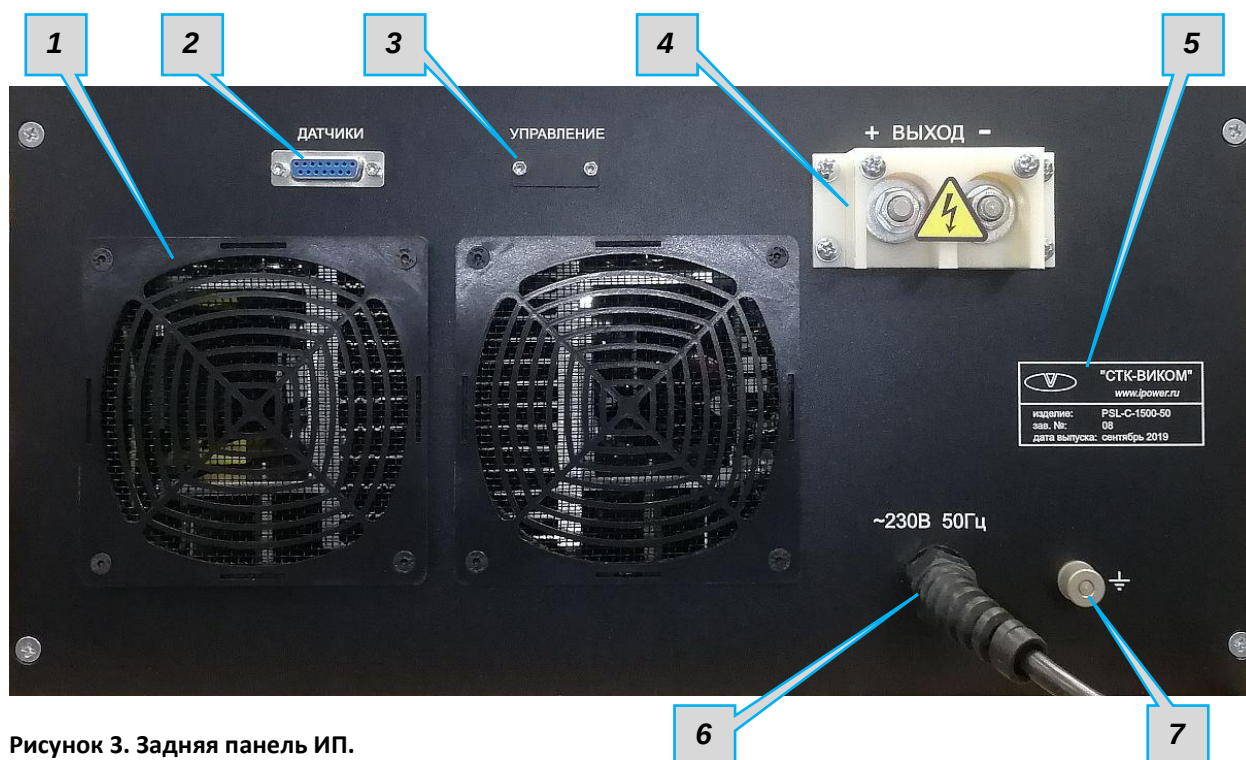

Рисунок 3. Задняя панель ИП.
- з) убедиться, что к выходному отверстию вентилятора (см. Рисунок 3, поз.1), обеспечивается свободный доступ воздуха, а воздухозаборные отверстия на верхней и боковых панелях корпуса ИП не загорожены посторонними предметами.
Автоматический выключатель **Сеть** на передней панели перевести в положение **ON**, при этом заработает вентилятор системы охлаждения и загорится светодиод «СЕТЬ» (Рисунок 3, поз.4).
Перевести переключатель поз. 1. (Рисунок 3) в положение **ВКЛ**. На ЖК-дисплее, в строке состояния (Рисунок 5, поз.5) высветится надпись «**ОЖИДАНИЕ**», а в поз.1 и 2 отобразятся значения тока и напряжения, на которых был завершен предыдущий сеанс работы. Их можно корректировать кнопками «+», «-» и «**Режим P/I**».
Перевести переключатель поз. 1. (Рисунок 3) в положение **ВЫКЛ**, после чего ЖК-дисплей погаснет.
Автоматический выключатель **Сеть** перевести в положение **OFF**, при этом ИП обесточится, вентилятор системы охлаждения выключится, светодиод «СЕТЬ» погаснет (Рисунок 3, поз.4).